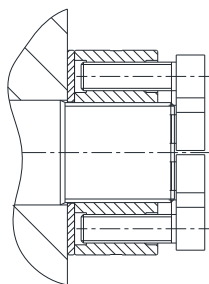

図 4:
- プレッシャースクリュー(部番 1.3)の先端がナットのワッシャー側端面から飛び出していないことを確認して下さい(図 4 をご参照)。
その後、ナット(部番 1.1)をワッシャーに当たるまで手で締付けて下さい(図 4 をご参照)。
全ての部品の間に隙間が無いように重ねて取付けて下さい(図 4 をご参照)。